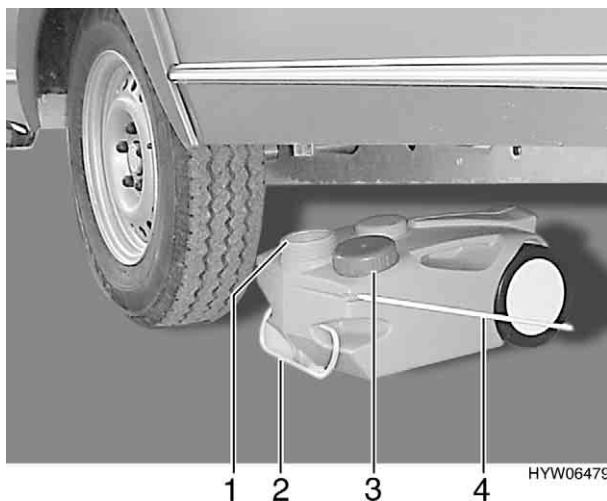

Fig. 107 Serbatoio delle acque grigie, mobile
- Chiudere l'apertura del serbatoio delle acque grigie (Fig. 107,1) con il coperchio (Fig. 107,3).
- Estrarre il serbatoio delle acque grigie tramite la maniglia (Fig. 107,2).
- Sollevare verso l'alto la maniglia da asporto (Fig. 107,4) e posizionare verticalmente il serbatoio delle acque grigie.